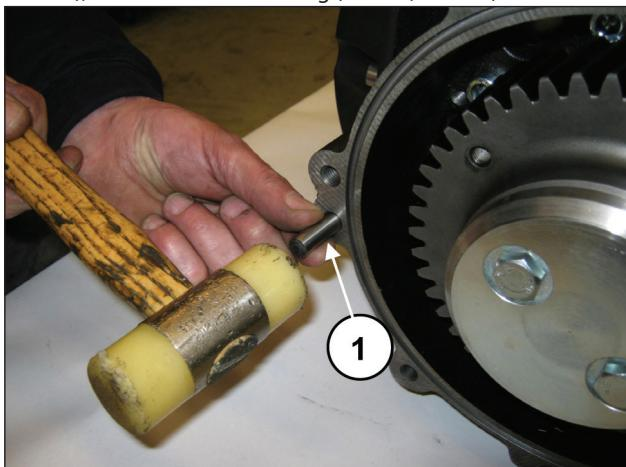
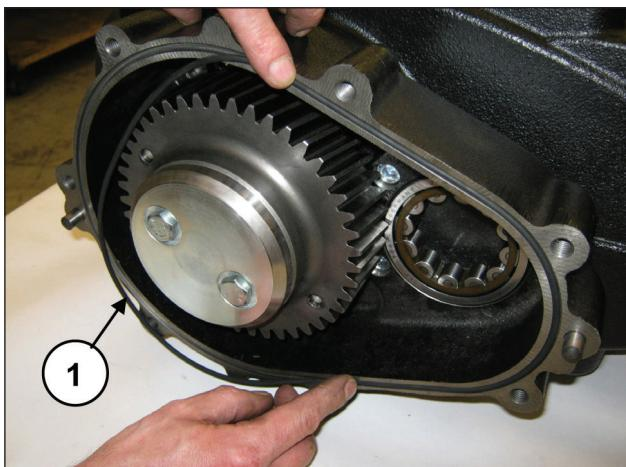

Рис. 80
Рис. 81
Вставьте 2 штифта Ø10x24 в корпус редуктора (поз. ①, Рис. 80), а затем вставьте O-ring (поз. ①, Рис. 81).